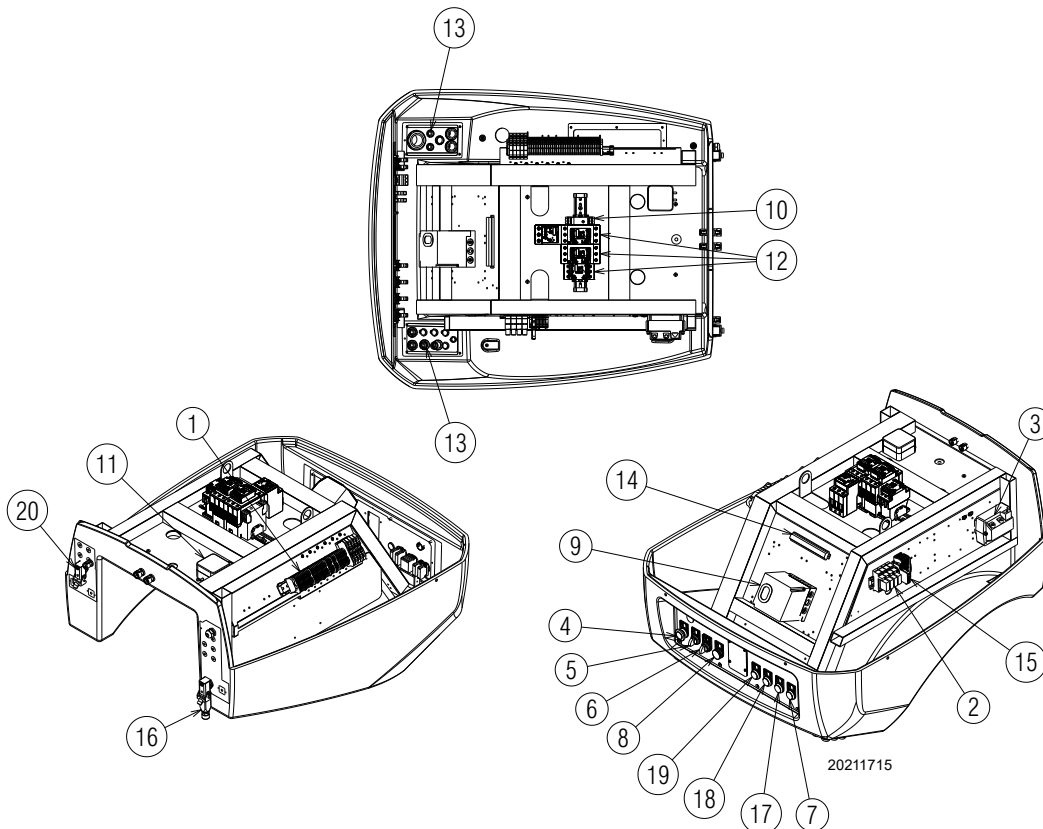

Fig. 5
- **Blocco controllo fiamma:** l'accensione del pulsante (**led rosso**) del controllo fiamma 9)(Fig. 5) e del pulsante luminoso 8) avverte che il bruciatore è in blocco. Per sbloccare premere il pulsante 8).